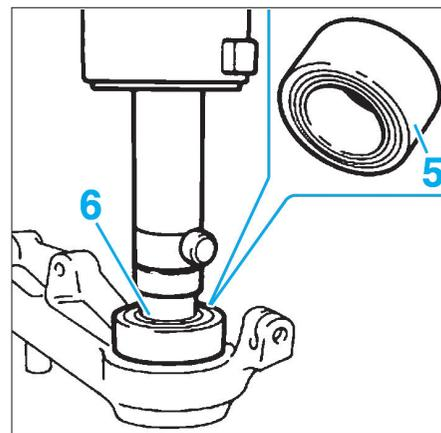

FIG. 22
- Mettre le pivot sur la presse et introduire le roulement neuf (5) à l'aide d'une entretoise (6) de diamètre correspondant (Fig.22).